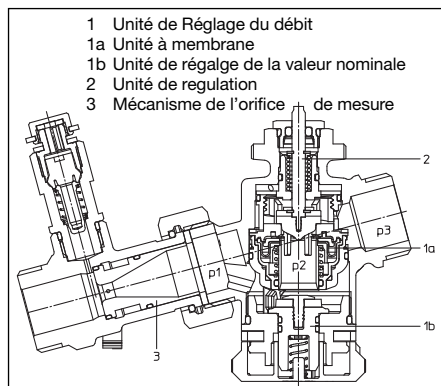
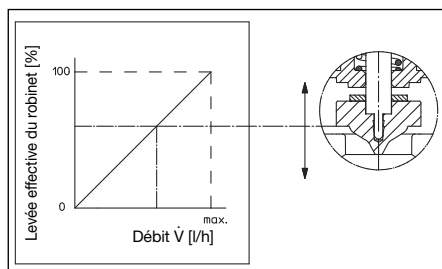
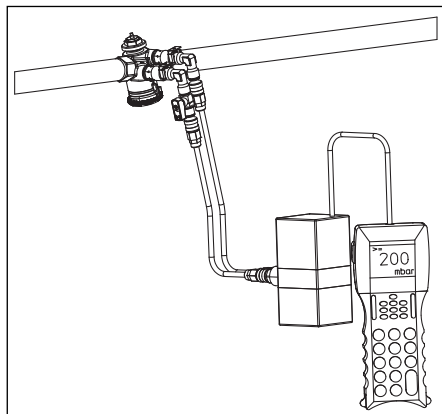

Fig. 5.2 Construction «Cocon QTZ» avec orifice de mesure
Fig. 5.4 Courbe de fonctionnement de l'unité de régulation de «Cocon Q»
Fig. 5.5 Mesure de la pression différentielle
L'appareil de mesure «OV-DMC 2» peut être raccordé grâce aux prises de pression de l'orifice de mesure ce qui permet de déterminer le débit. De plus l'«OV-DMC 2» peut être raccordé aux prises de pression du «Cocon QTZ» pour vérifier si le robinet fonctionne dans sa plage de réglage. La mesure de la pression différentielle permet d'optimiser le réglage du circulateur (fig. 5.5).
Avec l'appareil de mesure (par ex. «OV-DMC 2») (fig. 5.5) raccordé, la pression différentielle est mesurée à travers l'unité de réglage du débit (pos. 1, fig. 5.2/5.3). Le robinet de réglage doit être complètement ouvert (dévisser les capuchons de protection ou mettre le moteur en position ouverte). Dès que la pression différentielle mesurée est égale ou supérieure à la pression différentielle Δp_M , le robinet fonctionne dans la plage de réglage.
A l'aide de l'unité à membrane intégrée (pos. 1a, fig. 5.2/5.3), le robinet «Cocon QTZ» maintient la pression différentielle p_2-p_3 à une valeur constante non seulement à travers l'unité de régulation commandée par le moteur (pos. 2, fig. 5.2/5.3) mais aussi à travers l'unité de réglage de la valeur nominale réglable sur une valeur de débit maximale (pos. 3, fig. 5.2/5.3).
Le courbe de fonctionnement de l'unité de régulation (pos. 2, fig. 5.2/5.3) est presque linéaire (fig. 5.4).
Le débit est mesuré à l'orifice de mesure à l'aide d'un l'appareil de mesure (par ex. «OV-DMC 2»). Chaque modèle est livré avec deux mécanismes, le plus grand est monté dans l'orifice de mesure (pos. 3, fig. 5.2).